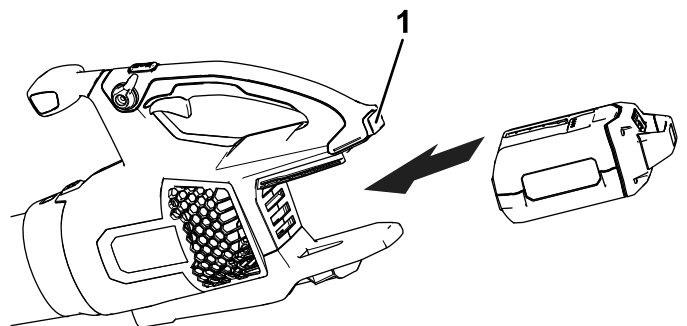

Figura 3
2. Allineate la cavità nel pacco batteria con la linguetta nell'alloggiamento dell'impugnatura (Figura 3).